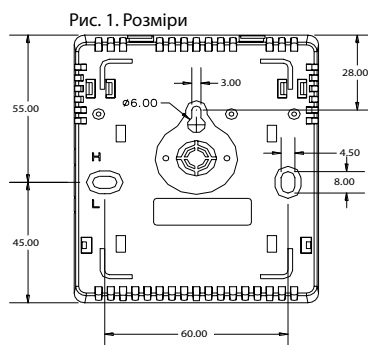

Рис. 2.
- Зніміть кришку, як зазначено на рис. 2.